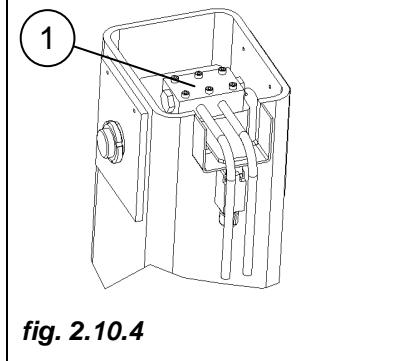

fig. 2.10.4
Posizionata una su ogni cilindro stabilizzatore (**pos. 1 fig. 2.10.4**), una sul cilindro sollevamento braccio telescopico, una su cilindro sfilo braccio telescopico (**pos. 9 fig. 2.9.1**), una montata sul cilindro sollevamento pantografo (**pos. 10 fig. 2.9.1**), una sul cilindro livellamento piattaforma di lavoro e una sul cilindro rotazione piattaforma di lavoro (**pos. 12 fig. 2.9.1**).